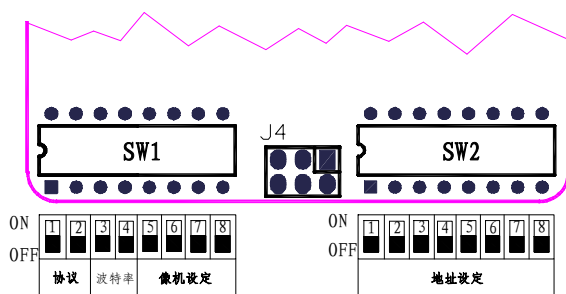

图 6.1
a. 拨码开关 SW1、SW2 在主板上的位置示意图(图 6.1)